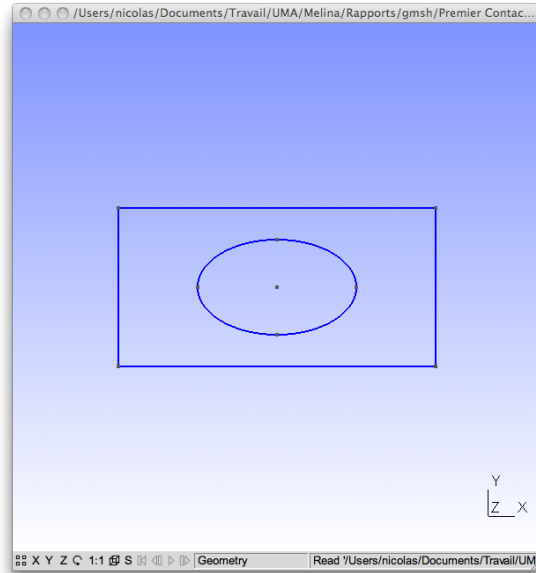

FIGURE 4 – Génération des quatre arcs elliptiques.
10. Cliquer sur `q` pour quitter le mode insertion (Figure 4).